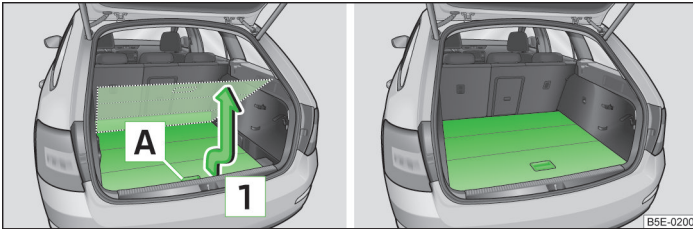

Abb. 97 Variablen Ladeboden in obere Position einstellen / variabler Ladeboden in oberer Position
- Den hinteren Teil des variablen Ladebodens am Griff **A** » Abb. 97 fassen.